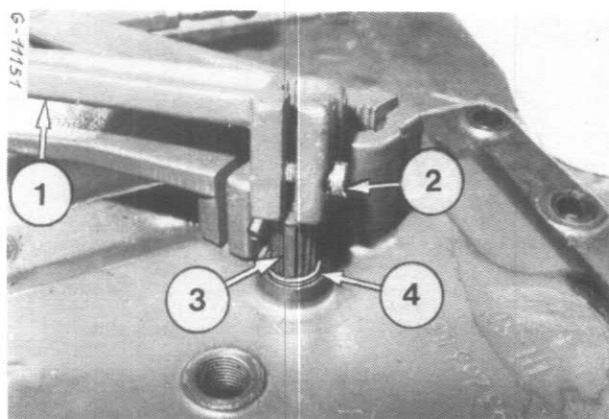
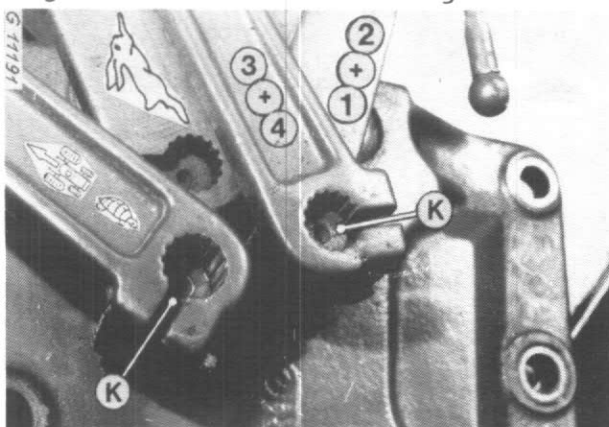

Figure 33
Figure 34
Au montage des leviers extérieurs, alignez la section de clavetage (3) Figure 33 avec la fente de serrage. Les arbres antérieurs possèdent un repère poinçonné (voir K) Figure 34 pour l'alignement avec les fentes de serrage.
Serrez les boulons de fixation (2) Fig. 33